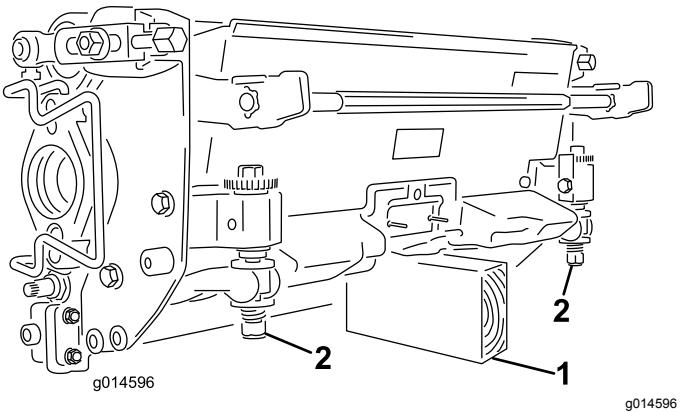

Figure 27
**Important:** Chaque fois que vous devez basculer le plateau de coupe, soutenez l'arrière du plateau pour empêcher les écrous situés sur les vis de réglage de la barre d'appui de reposer sur la surface de travail (Figure 27).